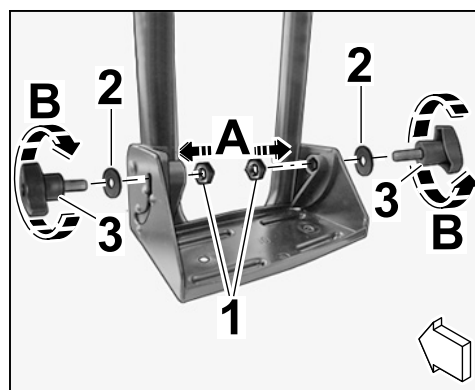

Fig. 19
2.3.1 Monter l'écrou hexagonal M6 dans la fixation hexagonale, sur le côté de la plaque-support du support de roue avant (⇒ Fig. 19-A-).
2.3.2 Visser la vis à garrot M6 x 18 avec rondelle 6 x 16 x 1 mm d'env. 3 tours sur l'écrou hexagonal M6 (⇒ Fig. 19-B-).